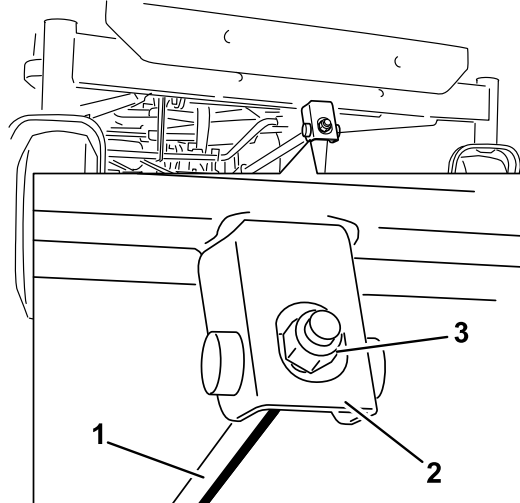

Figure 51
- Pour régler l'inclinaison avant/arrière des lames, tournez l'écrou de réglage à l'avant du tablier de coupe (Figure 51).